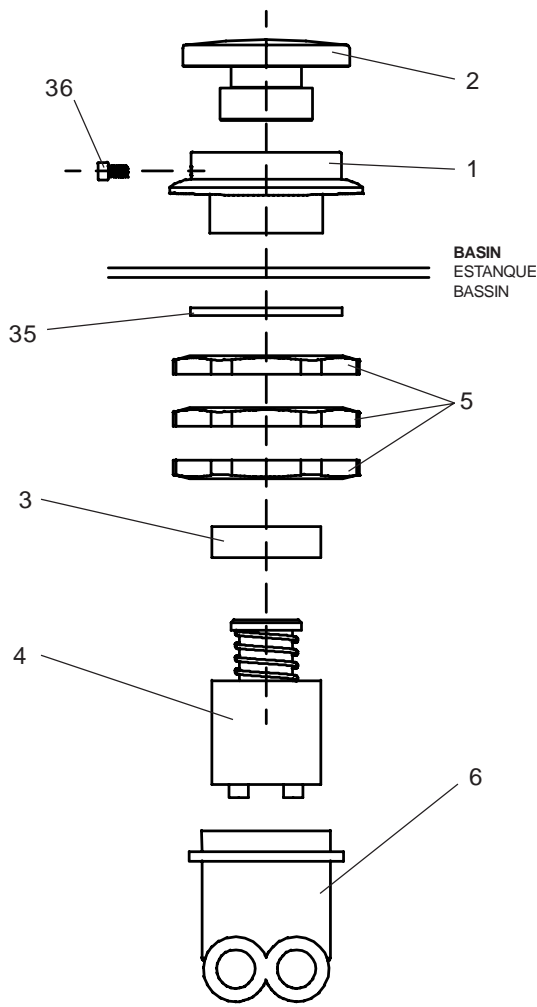

FIG. 3
Stream height is factory set at 35 PSI. If supply pressure varies greatly from this, adjust the screw on regulator item 4 by using a small screwdriver through the small hole in the push button item 2 (See Fig.3). Clockwise adjustment will raise stream and counter-clockwise adjustment will lower stream. For best adjustment, stream should hit basin approximately 6-1/2" (165mm) from bubbler.
La altura del chorro se determina en la fábrica a 35 PSI. Si la presión del suministro varía mucho de esto, ajusta el tornillo en el artículo de regulador 4 utilizando un destornillador pequeño por el hoyo pequeño en el artículo del pulsador 2 (Ve Fig.3). El ajuste en el sentido de las agujas del reloj elevará el chorro y contra el sentido de las agujas del reloj lo bajará. Para un mejor ajuste, el chorro deberá pegar en el estanque a una distancia de aproximadamente 6 1/2" (165mm) del borboteador.
Le niveau d'écoulement est réglé en usine à 35 PSI. Si la pression de provision varie fort de ceci, ajuster la vis sur l'article régulateur 4 en utilisant un petit tournevis par le petit trou dans l'article de bouton de poussée 2 (Voit Fig.3). Si vous ajustez dans le sens des aiguilles d'une montre, le jet augmentera et dans le sens contraire, le jet diminuera. Le meilleur ajustement est lorsque le jet frappe le bassin à environ 6-1/2" (165mm) du barboteur.